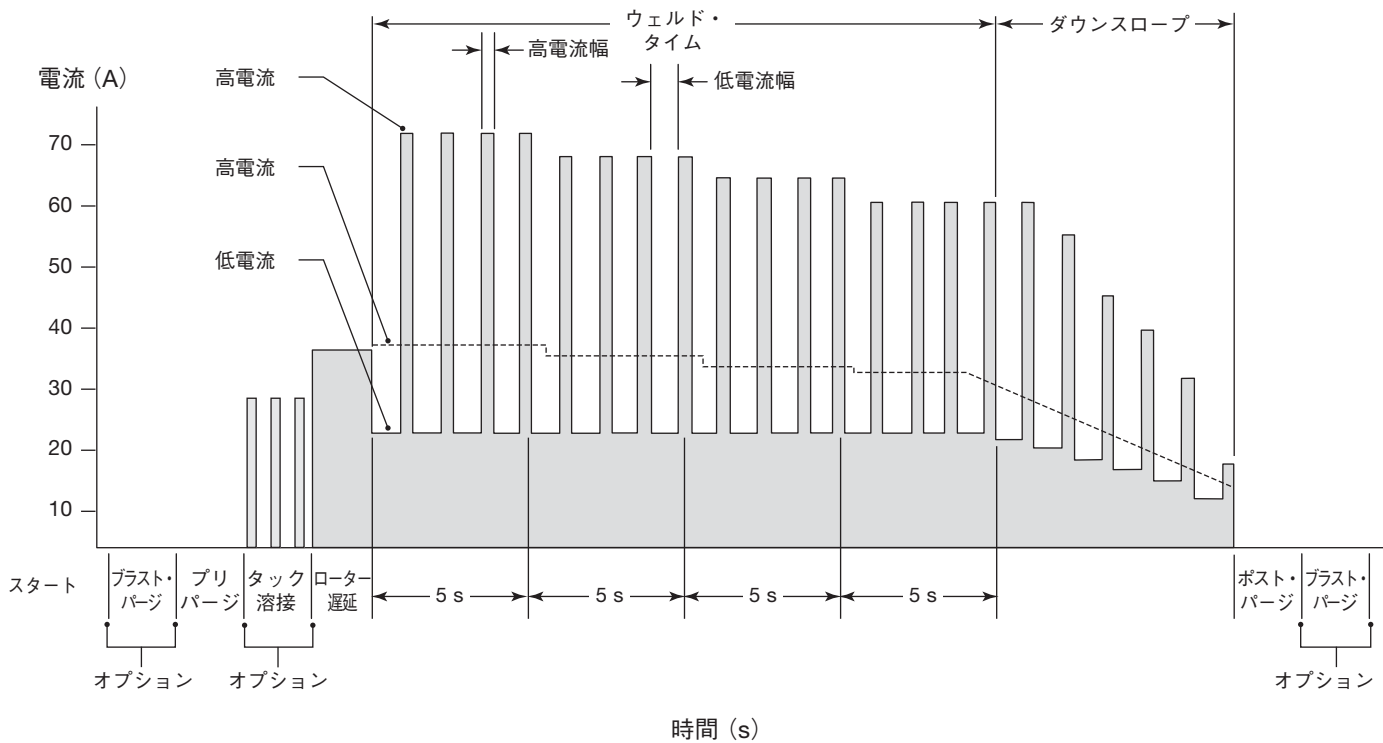

図 56 — マルチレベル溶接電流波形
溶接パラメーターとは、溶接条件の作成に使用する数値のことです。出力電流波形の形状および持続時間（溶接条件のグラフ表示）は、溶接パラメーターの設定によって決まります。図 56 は、マルチレベル溶接の過程で生じる一般的な波形パラメーターを示しています。溶接パラメーター設定は以下のとおりです。
① このステップは、ウェルド・タイムを四捨五入して 0.5 秒にすることと併せて、1 つのレベルから次のレベルへの移行中における連続的な低電流出力期間を防止します。これにより、溶接レベル間が省略されます。52 ページの図 56 を見るとわかるように、各レベルはパルス・サイクルの低電流期間で始まります。ウェルド・タイムにパルス・レートを乗じます。次のレベルが開始される前に各レベルが完全な低電流から高電流へのサイクルで終了するためには、